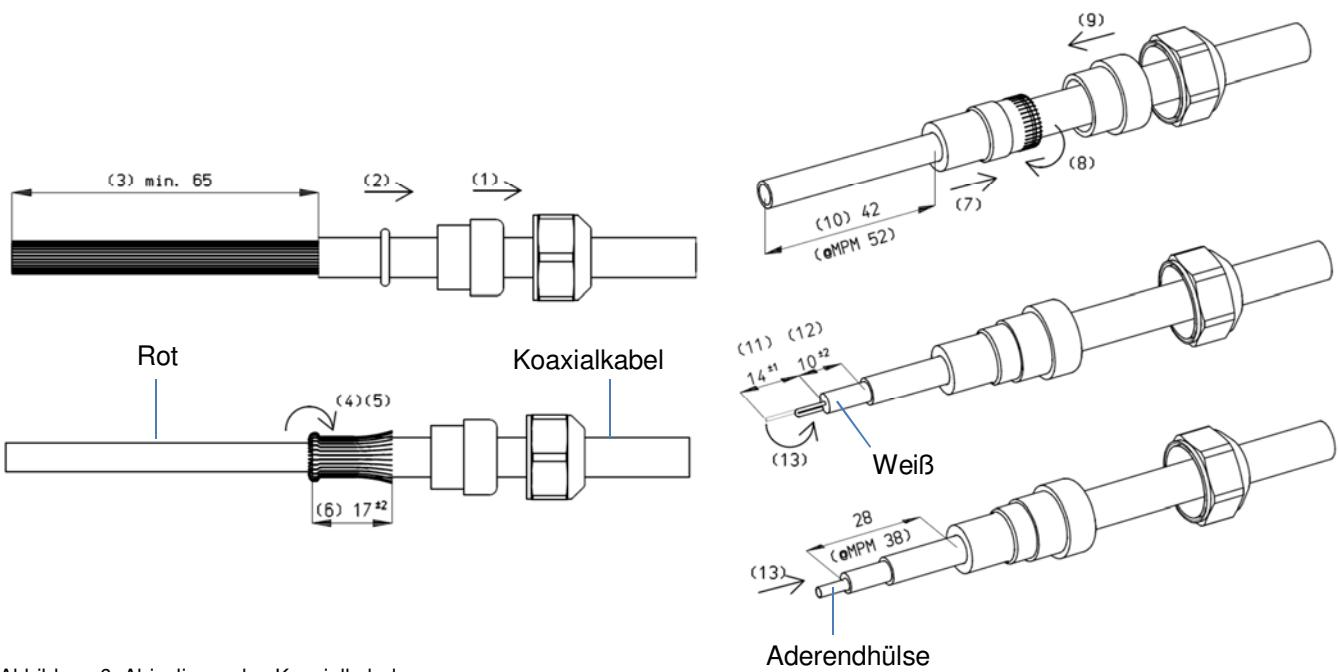

Abbildung 6: Abisolieren des Koaxialkabels
- Kontrollieren Sie bei Verwendung des Koaxialkabels, ob die Kabellänge ab der PVC-Buchse 38 mm beträgt, siehe Abbildung 6. Sofern nicht ordnungsgemäß, anpassen. Siehe auch Bedienungsanleitung Ionensprühgerät.
Das abgeschirmte Koaxialkabel muss wie in Abbildung 6 dargestellt abisoliert werden.